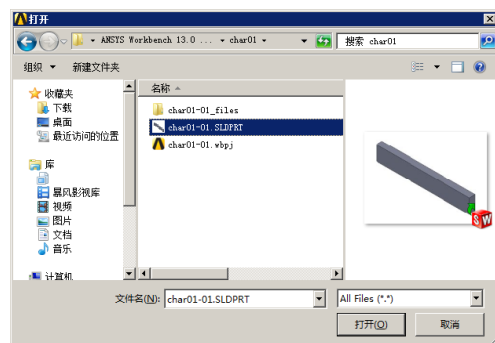

图 1-28 “打开”对话框
- 步骤 02** 在弹出的“打开”对话框中选择文件路径，导入 char01-01 几何体文件，如图 1-28 所示，此时 A2 栏 Geometry 后的 ? 变为 ✓，表示实体模型已经存在。